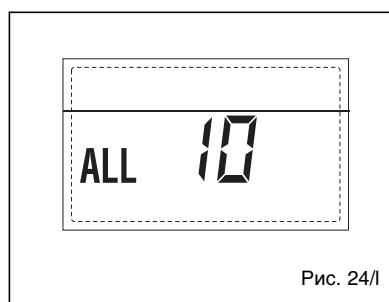

Рис. 24/l
– НЕПОЛАДКА МОДУЛЯТОРА «ТРЕВ 11» (рис. 24/m)